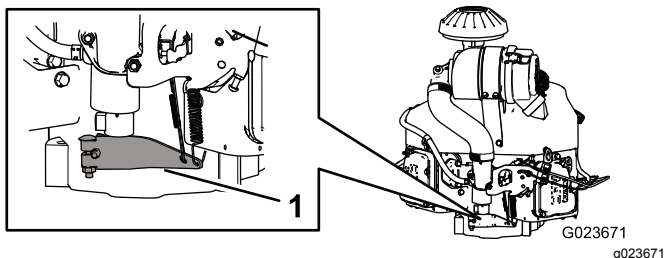

Figura 66
3. Empurre a extremidade da mola do braço do governador para baixo (Figura 66).